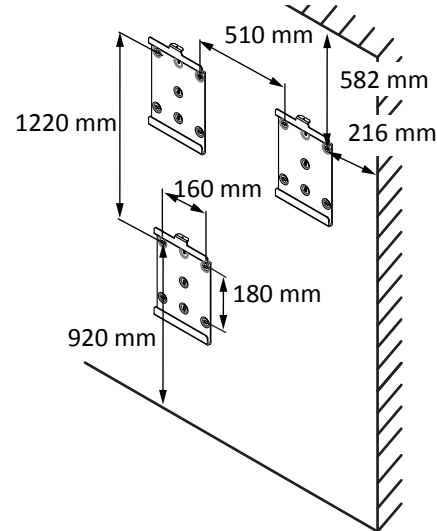

Fig. 8: Vægmontering
- Minimumsafstande ved montering: [See figure 8] [▶ Page 42]